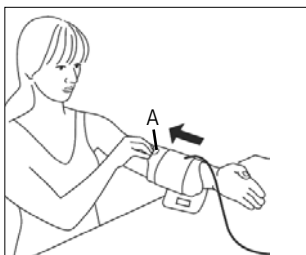

Abb. 1
- Die Messung muss am unbekleideten Oberarm durchgeführt werden. Sollte Ihre Manschette komplett geöffnet sein, so führen Sie das Ende der Manschette durch den Metallbügel, so dass eine Schlaufe entsteht. Der Klettverschluss muss dabei außen liegen. Fassen Sie die Manschette an der Griffflasche A (siehe Abb. 1) an und stülpen Sie diese über den Oberarm.